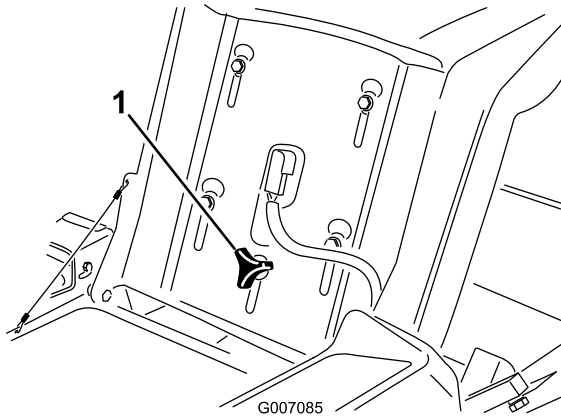

Bild 17
1. Klappen Sie den Sitz hoch und lösen Sie die Einstellhandräder etwas, um den Sitz zu bewegen (Bild 17).